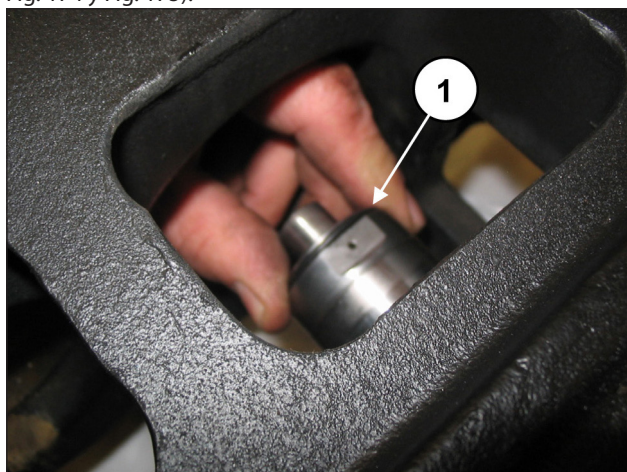
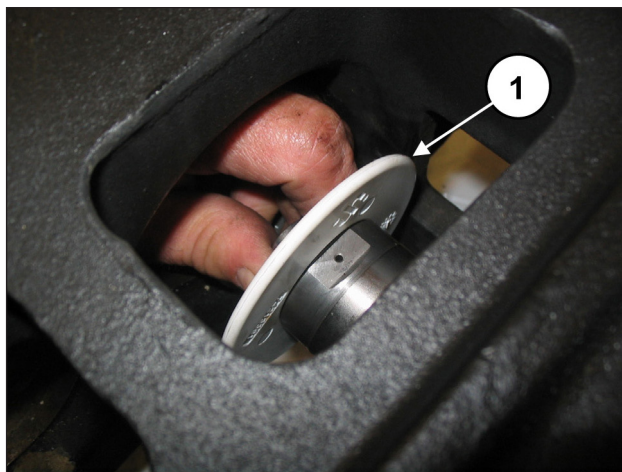

Fig. 174
Fig. 175
Colocar los protectores contra salpicaduras junto con las juntas tóricas en el alojamiento de la guía del pistón (pos. ①, Fig. 174 y Fig. 175).